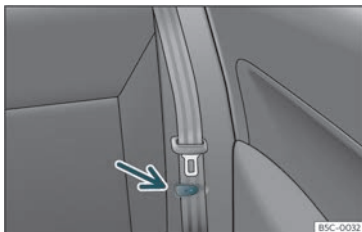

Fig. 101 Sedile posteriore: morsetto per sostenere la cintura di sicurezza.
- Collocare le cinture di sicurezza laterali nel morsetto del rivestimento»»» fig. 101.